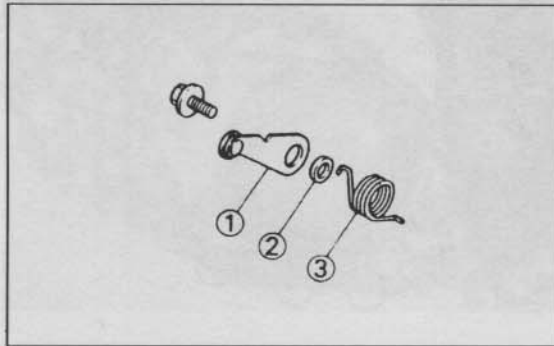

Bild 100 ►
- Nylon-Antriebsrad demontieren (Bild 100). Drei Innensechskantschrauben SW 5 ausdrehen und Ölpumpe entnehmen. Auf Verbleib der beiden O-Ringe zum Gehäuse hin achten!